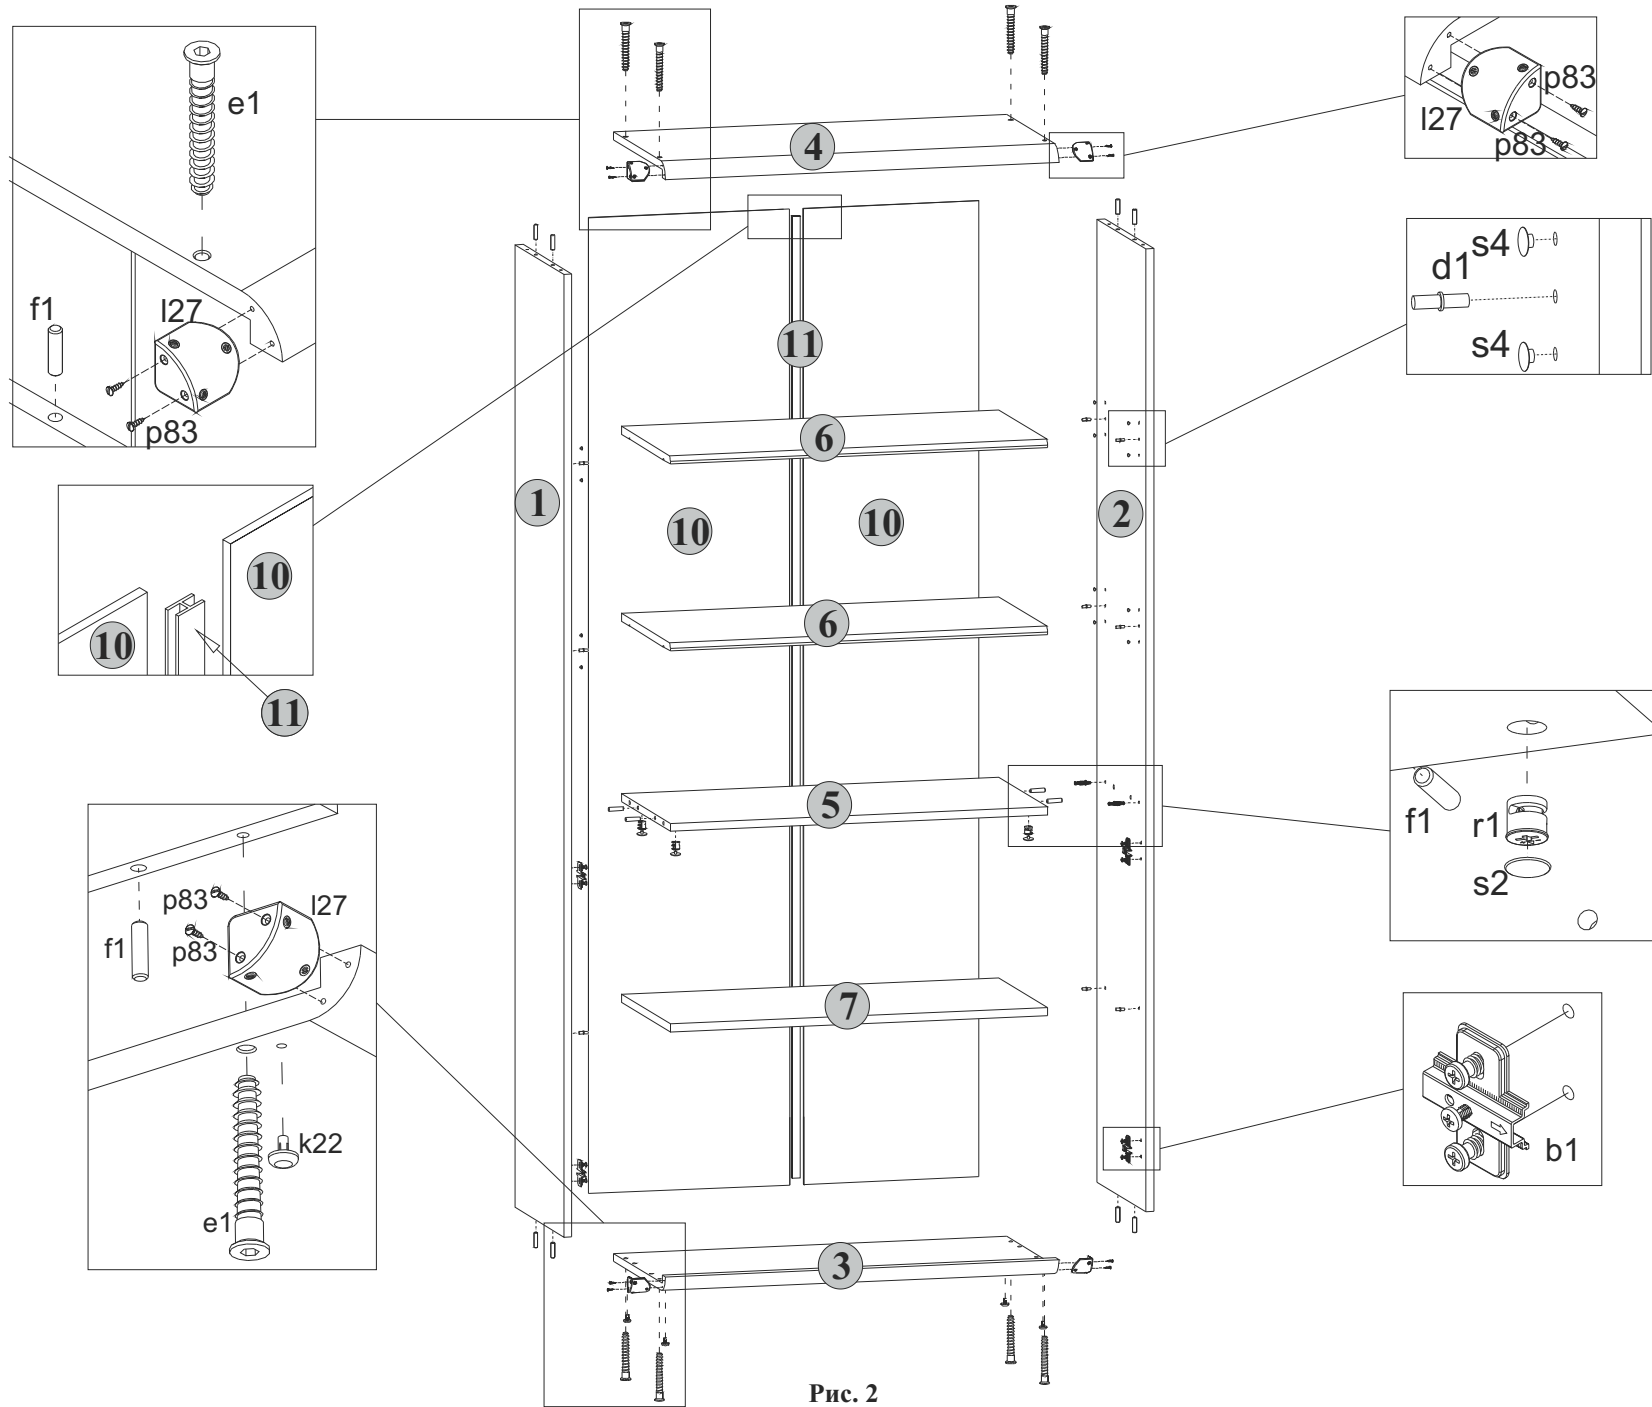

Рис. 2
отверстия закрыть заглушками **s4** (см.рис. 2).
5.6 На нижней поверхности полки соединительной **5** в отверстия диаметром **15 мм** вставить стяжки эксцентриковые **r1** (см.рис. 2).
5.7 В отверстия диаметром **4,5 мм** на нижней поверхности щита нижнего **3** вставить опоры полимерные **k22** (подпятники) (см.рис. 2).
5.9 К стенкам боковым **1 и 2** присоединить щиты нижний **3** и верхний **4** и стянуть еврошурупами **e1**, пользуясь специальным ключом **z1** из комплекта фурнитуры (см.рис. 2).
5.2 В отверстия диаметром **8 мм** на верхних и нижних кромках стенок боковых **1 и 2**, а также на боковых кромках полки соединительной **5** вбить деревянные шканты **f1** (см.рис. 2).
5.4 В отверстия диаметром **5 мм** в центральной части на внутренних поверхностях стенок боковых **1 и 2** крутить винты стяжки **r16** для установки полки соединительной **5**, пользуясь крестообразной отверткой (см.рис. 2).